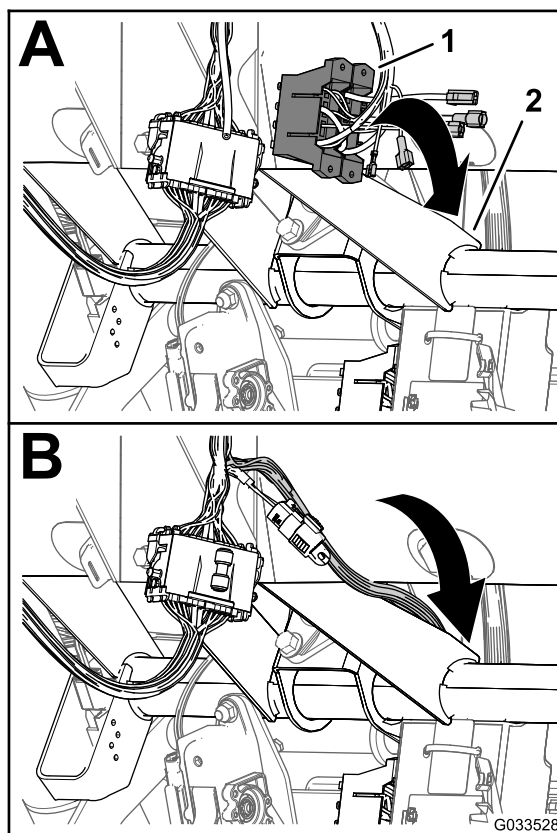

Bild 22
1. Verlegen Sie an der Steuerkonsole für das Sprühfahrzeug den Zweig des vorderen Kabelbaums mit den Sicherungskästen zwischen der Unterseite des Armaturenbretts und dem Querrohr des Maschinenchassis und dann nach unten zur Vorderseite des Sicherungskastens der Maschine (Bild 22).